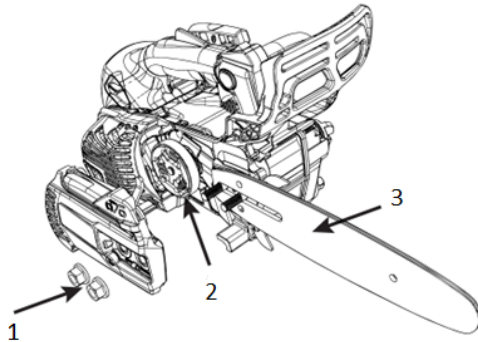

Рисунок 3. Схема встановлення напрямної шини.
- відкрутити гайки кріплення шини (1, рис. 3), обертанням проти руху годинникової стрілки та від'єднати захисну кришку зчеплення (7, рис. 1);